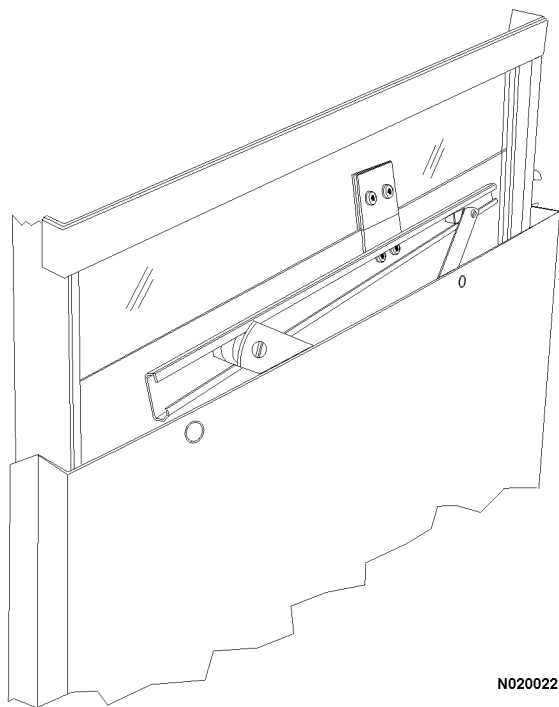

FIGURA 2-7.
- f. Baje cuidadosamente el panel de la puerta unas pocas pulgadas. Sostenga el vidrio en la parte superior para evitar que se caiga. Deslice el panel de la puerta hacia la cabina para desenganchar el rodillo del regulador de la ventana (Figura 2-7) del riel en la parte inferior del vidrio. Saque el panel de la cabina para desenganchar el otro rodillo superior y el rodillo inferior de sus rieles. Después de desmontar el panel, colóquelo en un lugar seguro.
6. Baje cuidadosamente el panel de la puerta unas pocas pulgadas. Sostenga el vidrio con cinta de embalaje en la parte superior para evitar que se caiga. Deslice el panel de la puerta hacia la cabina para desenganchar el rodillo del regulador de la ventana (Figura 2-7) del riel en la parte inferior del vidrio. Saque el panel de la cabina para desenganchar el otro rodillo superior y el rodillo inferior de sus rieles.
20. Instale el soporte del riel del regulador de la ventana como se muestra en la Figura 2-7. Asegúrese de que los bujes de nylon y las empaquetaduras queden bien instalados para evitar dañar el vidrio.